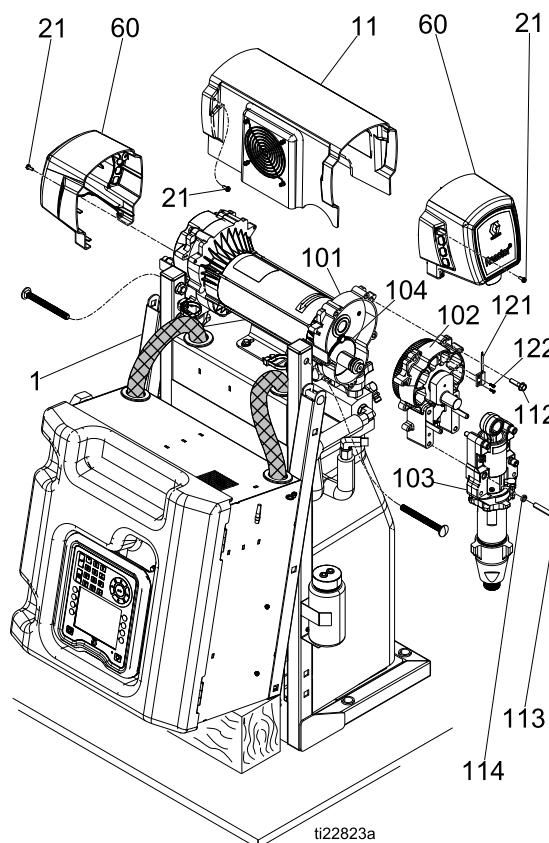

Figure 4
1. Assurez-vous que le contre-écrou (G) est bien vissé sur la pompe en orientant le côté plat vers le haut. Vissez la pompe sur le boîtier de coussinet (M) jusqu'à ce que les orifices de la broche soient alignés. Enfoncez la broche (F). Tirez le clip (E) vers le bas. Consultez la Fig. 4 pour une vue et des notes d'assemblage.
2. Continuez à visser la pompe dans le boîtier jusqu'à ce que la sortie de fluide (D) soit en face du tuyau d'acier et que les filetages supérieurs soient à +/- 2 mm (1/16 po) de la face des roulements (N).
3. Serrez l'écrou (G) en frappant avec force avec un marteau anti-étincelant.
4. Rebranchez l'entrée (C) et la sortie (D) de fluide.